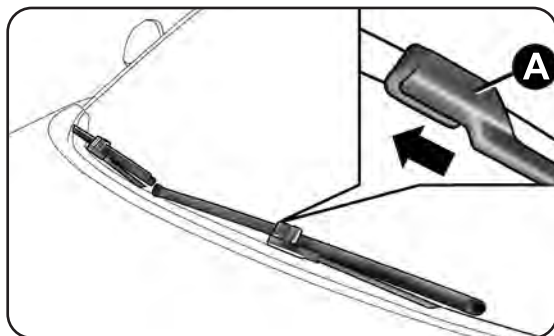

fig. 166
- solleva il braccio del tergicristallo, premi la linguetta A-fig. 166 della molla di aggancio ed estrai la spazzola dal braccio;